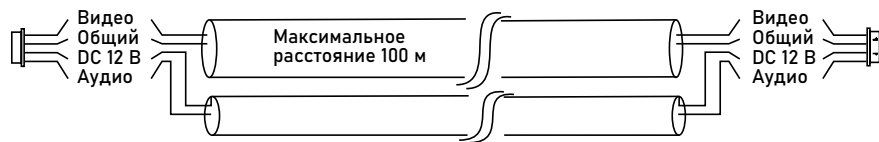

Рис. 24 Комбинированный видеокабель для подключения видеодомофона
3. При выборе кабеля для подключения вызывной панели и дополнительного домофона руководствуйтесь критериями, представленными на Рис. 24 и 25.